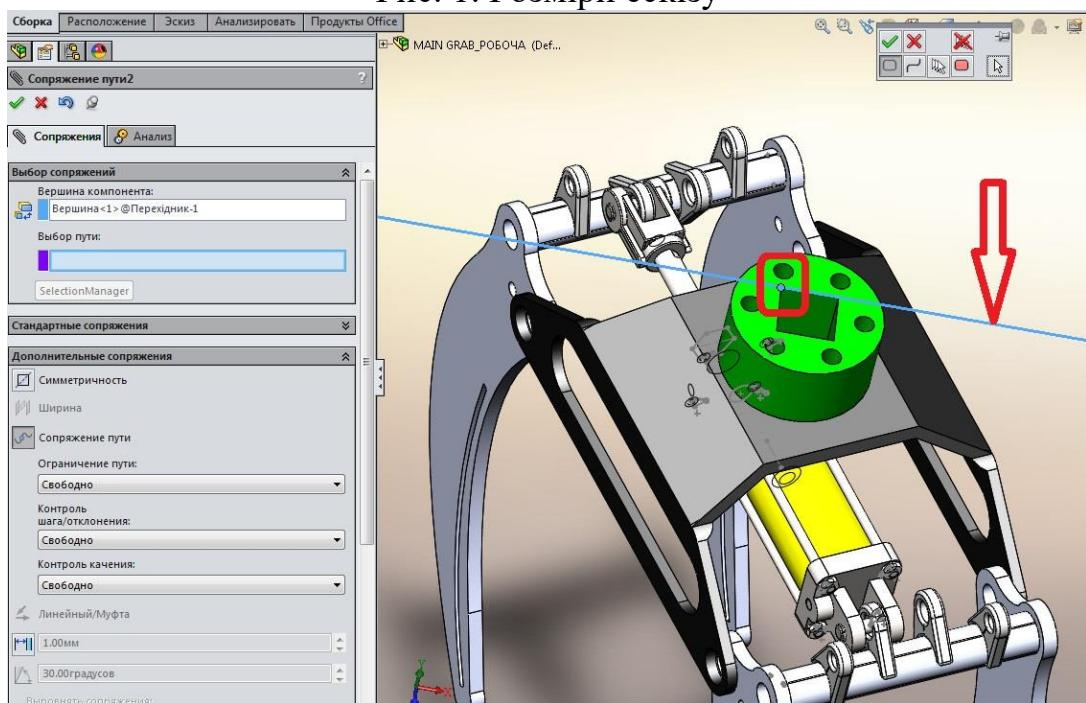

Рис.2. Створення спряження шляху
- У полі **Вершина компонента** виберіть вершину компонента для приєднання до шляху, як це показано на рис.2.
- У полі **Вибір шляху** виберіть криву ескізу за допомогою **Selectionmanager**, як це показано на рис.2.